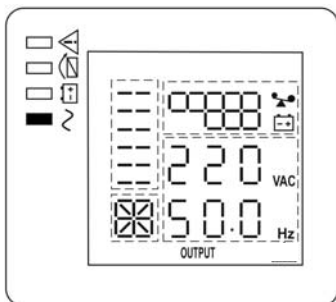

Рисунок 9 — состояние ЖК-дисплея и индикаторов в режиме «ОСНОВНОЙ» (АКБ и нагрузки подключены)
- Включите изделие комбинацией кнопок  +  (см. п.1 таблицы 2). Изделие выполнит автоматическое самотестирование, определит качество входного сетевого напряжения и уровень нагрузки. Процесс самотестирования сопровождается последовательным включением/выключением всех индикаторов. После самотестирования изделие перейдет в режим «ОСНОВНОЙ» и продолжит заряд АКБ. Индикатор «БАЙПАС» погаснет, а индикатор «ИНВЕРТОР» включится (см. рисунок 9).
- Включите нагрузки. Если нагрузок много, необходимо включать их последовательно, одну за другой, на ЖК—дисплее отобразится уровень нагрузки (см. рисунок 9).
Вновь подать сетевое напряжение. Изделие должно автоматически перейти в режим «ОСНОВНОЙ» (см. рисунок 9), либо в режим «ЭКО», если параметр ECO включён (см. Приложение 2, описание настройки параметров изделия).